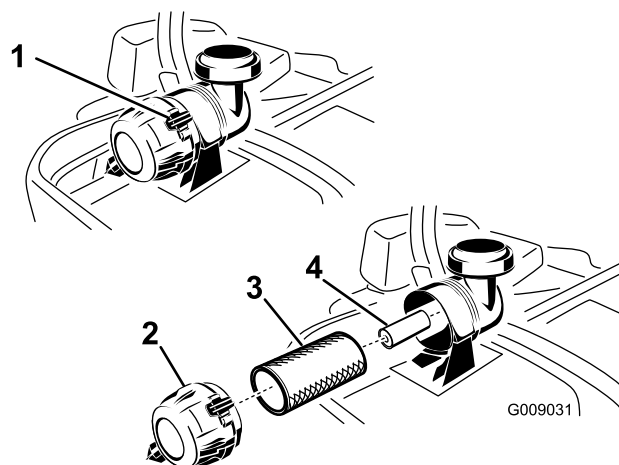

Figura 49
3. Presione hacia abajo para abrir los enganches del limpiador de aire y tire de la tapa del limpiador de aire para separarla de la carcasa del limpiador de aire (Figura 49).
5. Extraiga con cuidado el filtro primario del cuerpo del limpiador de aire (Figura 49). Evite golpear el filtro contra el lado de la carcasa.
1. No limpie el filtro de papel, cámbielo (Figura 49).
2. Si va a cambiar el filtro secundario, deslícelo cuidadosamente en el cuerpo del filtro (Figura 49).
3. Deslice cuidadosamente el filtro primario por encima del filtro secundario (Figura 49). Asegúrese de que está bien asentado empujando sobre el borde exterior del filtro mientras lo instala.
4. Instale la tapa del limpiador de aire y gírela hasta que los enganches la bloqueen en su sitio (Figura 49).